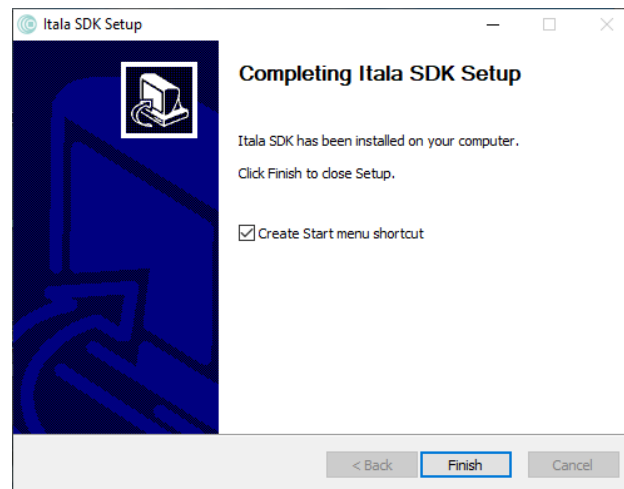

Figure 19: Itala SDK l'installazione è terminata con successo.
7. L'installazione di Itala SDK verrà eseguita automaticamente. La barra di avanzamento può essere monitorata per controllare lo stato dell'installazione. Al termine dell'installazione, verrà visualizzata una finestra di conferma (Fig. 19).